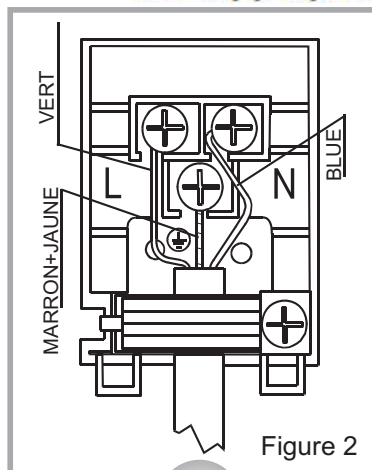

Figure 2
- Le fil de terre doit être branché au moyen de la vis qui a le symbole terre. Le branchement du câble d'alimentation doit être effectué selon la Figure 2. S'il n'y a aucune prise de terre conforme aux normes d'installation, contactez un technicien qualifié pour en faire installer une.